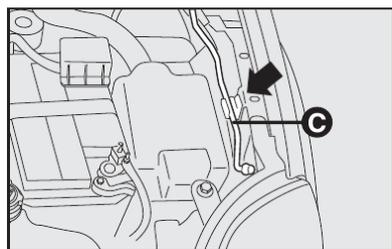

fig. 114
- 3) levantar o capô segurando-o pela parte central e, simultaneamente, soltar a vareta de suporte do seu dispositivo de bloqueio **C-fig. 114**;